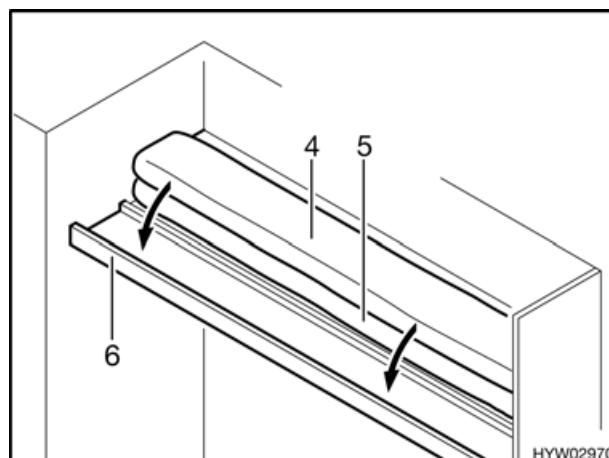

Bild 38 Während des Umbaus
- Das obere Polster (Bild 38,4) zwischen das untere Polster (Bild 38,5) und die Frontblende (Bild 38,6) legen.